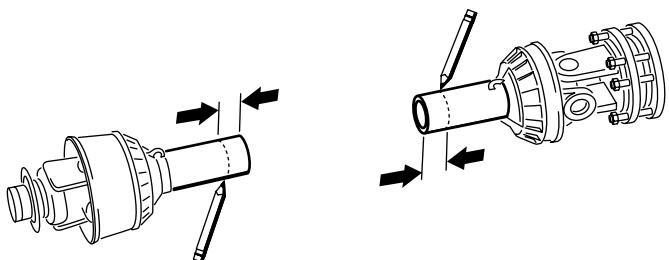
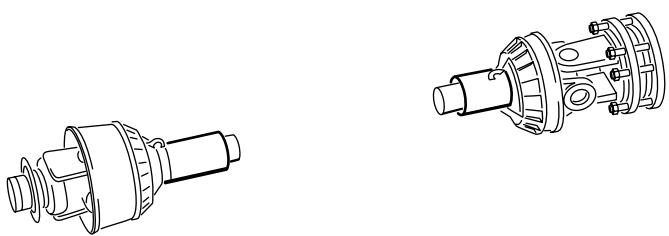

Bild 20
Bild 21
- Verwenden Sie die in Schritt 11 erhaltenen Werte und ermitteln, markieren und schneiden Sie nur die Sicherheitsschutzbleche ab, um die Rohre freizulegen (**Bild 20** und **Bild 21**).